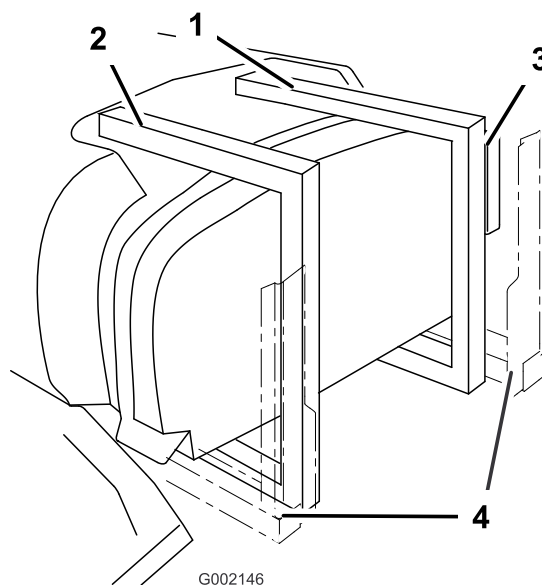

Figura 4
4. Los soportes deben rodear la parte trasera del depósito (Figura 4).